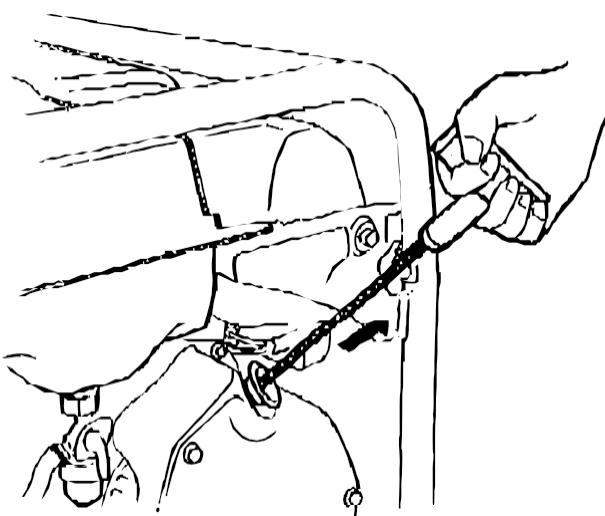

Fig. 1
5. Trageți ușor de mânerul demarorului și când simțiți rezistență trageți energetic **Fig. 1.**